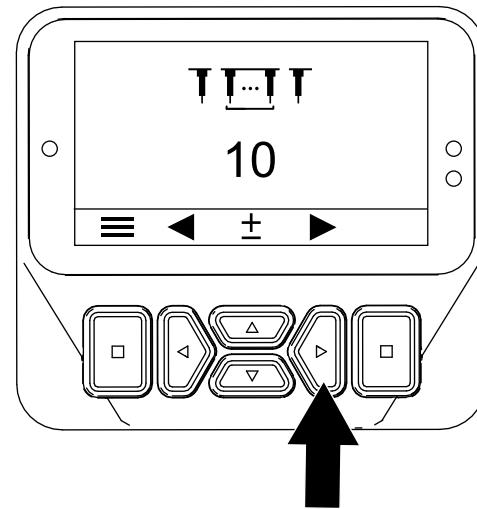

図 50
7. 右ボタンを押して、「タイン数の設定」画面を表示する(図 50)。